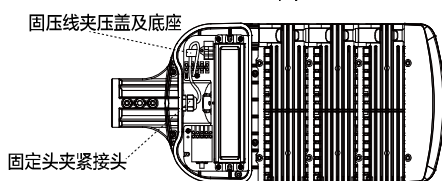

图3
4. 拧松压线夹压盖M4螺丝，取下压线夹压盖及M4螺丝，把电源线放入压线夹底座半圆形凹缺口内，装上压线夹压盖，拧紧M4螺丝，最后拧紧固定头夹紧接头（扭矩约3.75Nm）（图3）；